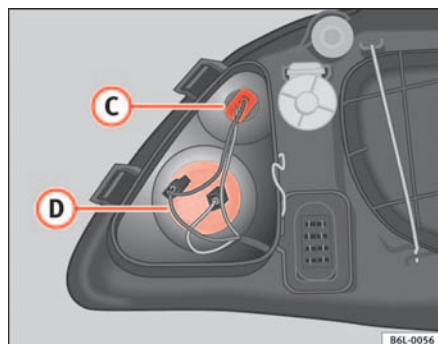

Fig. 147 Feux de position
- Tirer des câbles pour libérer le porte-lampes de son logement **C** ⇒ fig. 147.